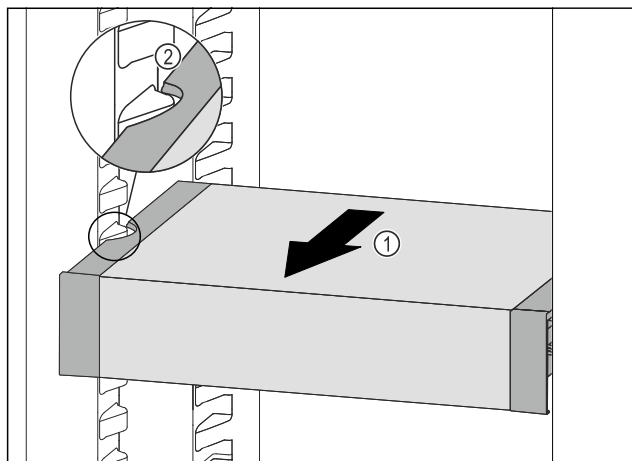

Fig. 103
- ▶ 向前拉动 VarioSafe Fig. 103 (1), 直至 VarioSafe 的侧部凹槽与冷藏区中的容器肋梁持平。 Fig. 103 (2)